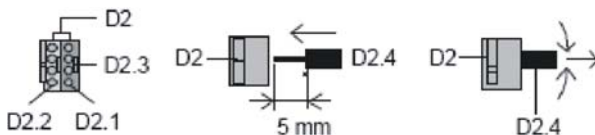

Bild 6: Anschließen der Busleitung
- B5 Busklemme zum Anschluss der Busleitung (siehe Bild 6)
- C5 Busklemme zum Anschluss der Busleitung (siehe Bild 6)
- D3 Busklemme zum Anschluss der Busleitung (siehe Bild 6)
- E3 Busklemme zum Anschluss der Busleitung (siehe Bild 6)
**Busleitung anschließen und abklemmen:** (siehe Bild 6)Anschließen der Leitung: